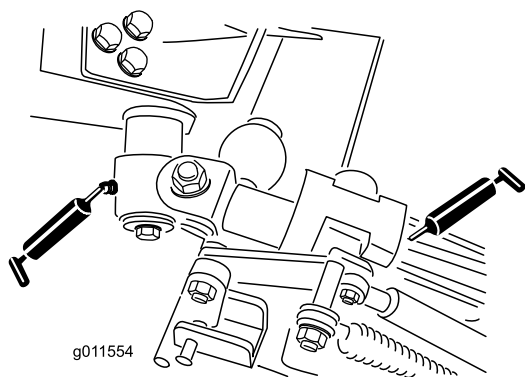

Figura 69
- Casquilhos articulados da manivela (2) (Figura 69)
- Casquilhos do braço traseiro (4) (Figura 69)